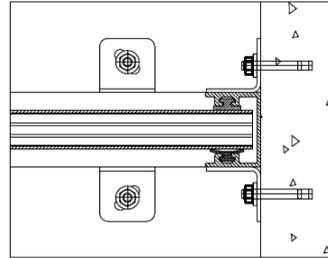
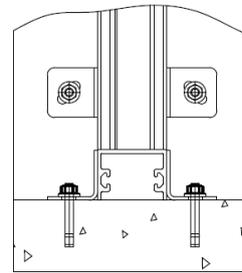
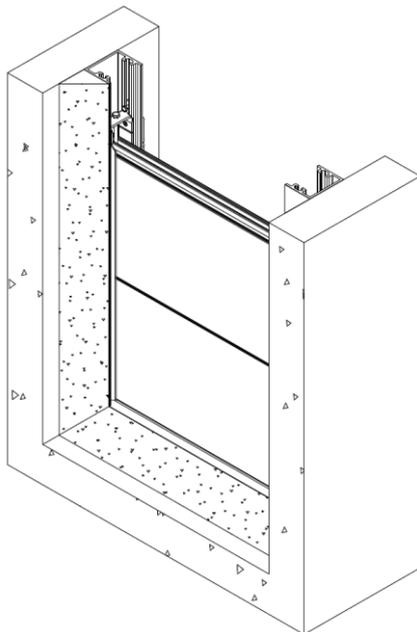

Figura 7
Figura 8
Figura 9
- Instalar los anclajes inferiores y, seguidamente, los anclajes laterales (ver Figura 7). Todas las compuertas canales de montaje mural lateral incorporan grapas de fijación lateral
Rellenar con hormigón expansivo todos los huecos (ver Figura 9), tanto en la parte inferior (ver Figura 8) como en los laterales de la compuerta (ver Figura 7). Cabe destacar que el relleno con hormigón expansivo tiene un objetivo doble: